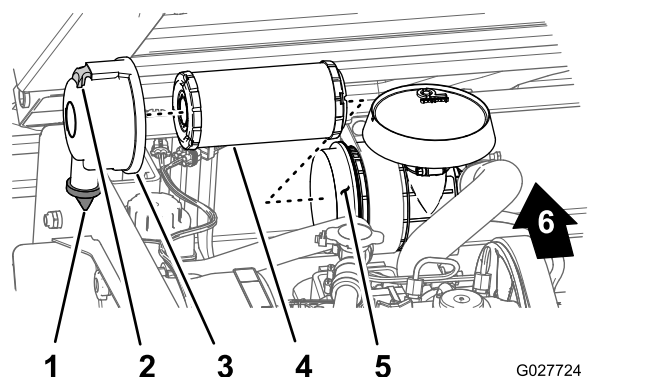

Figure 28
2. Vérifiez si le boîtier du filtre à air présente des dommages susceptibles d'occasionner des fuites d'air (Figure 28).
- Tirez le dispositif de verrouillage vers l'extérieur et tournez le couvercle du filtre à air dans le sens antihoraire (Figure 28).
- Sortez l'élément filtrant du boîtier du filtre à air (Figure 28) avec précaution pour ne pas déloger trop de poussière.
- Nettoyez l'orifice d'éjection des impuretés situé sur le couvercle du filtre à air (Figure 28).
- Retirez la valve de sortie en caoutchouc du couvercle, nettoyez la cavité et remettez la valve en place (Figure 28).
- Insérez l'élément filtrant dans le boîtier du filtre à air en appuyant sur le bord extérieur de l'élément pour l'engager parfaitement dans le boîtier (Figure 28).
- Alignez le couvercle du filtre à air sur le boîtier en orientant la valve de sortie en caoutchouc vers le bas, à peu près entre les positions 5 heures et 7 heures vu de l'extrémité, comme montré à la Figure 28.
- Fixez le couvercle au boîtier avec les attaches (Figure 28).